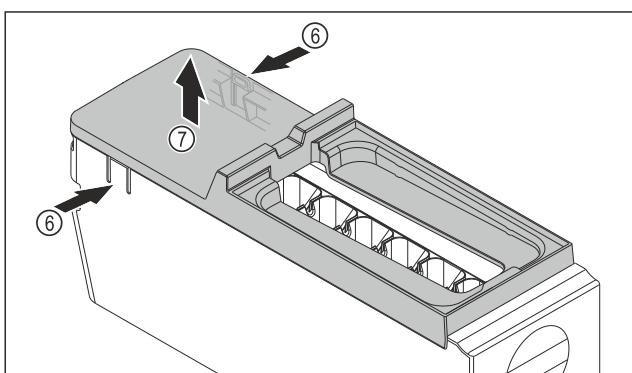

Fig. 184
- Odstráňte kryt korpusu EasyTwist-Ice: strmene Fig. 184 (6) na oboch stranách korpusu EasyTwist-Ice zatlačte rukou.
- Kryt Fig. 184 (7) odoberte druhou rukou smerom nahor.